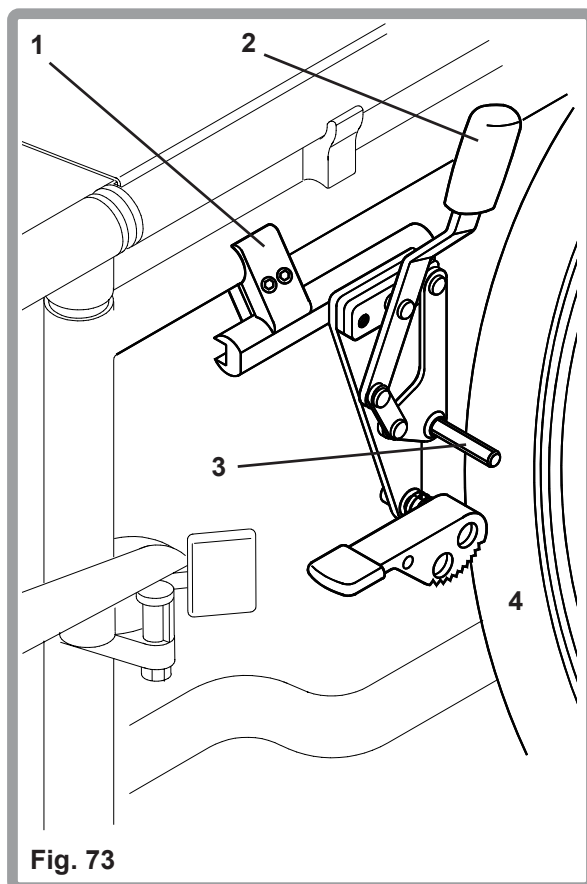

Fig. 73
Een hoog gemonteerd duw-mechanisme voor het vergrendelen van knieremmen kan worden gemonteerd (Fig. 73). De knieremmen zijn gemonteerd op een klemsysteem (1) en zijn correct in de fabriek ingesteld. Om de knierem te gebruiken moet de bedieningshefboom (2) gewoon naar voren worden gedruwd totdat u ze over het middelpunt voelt gaan, en de rempen (3) contact maakt met de band (4).